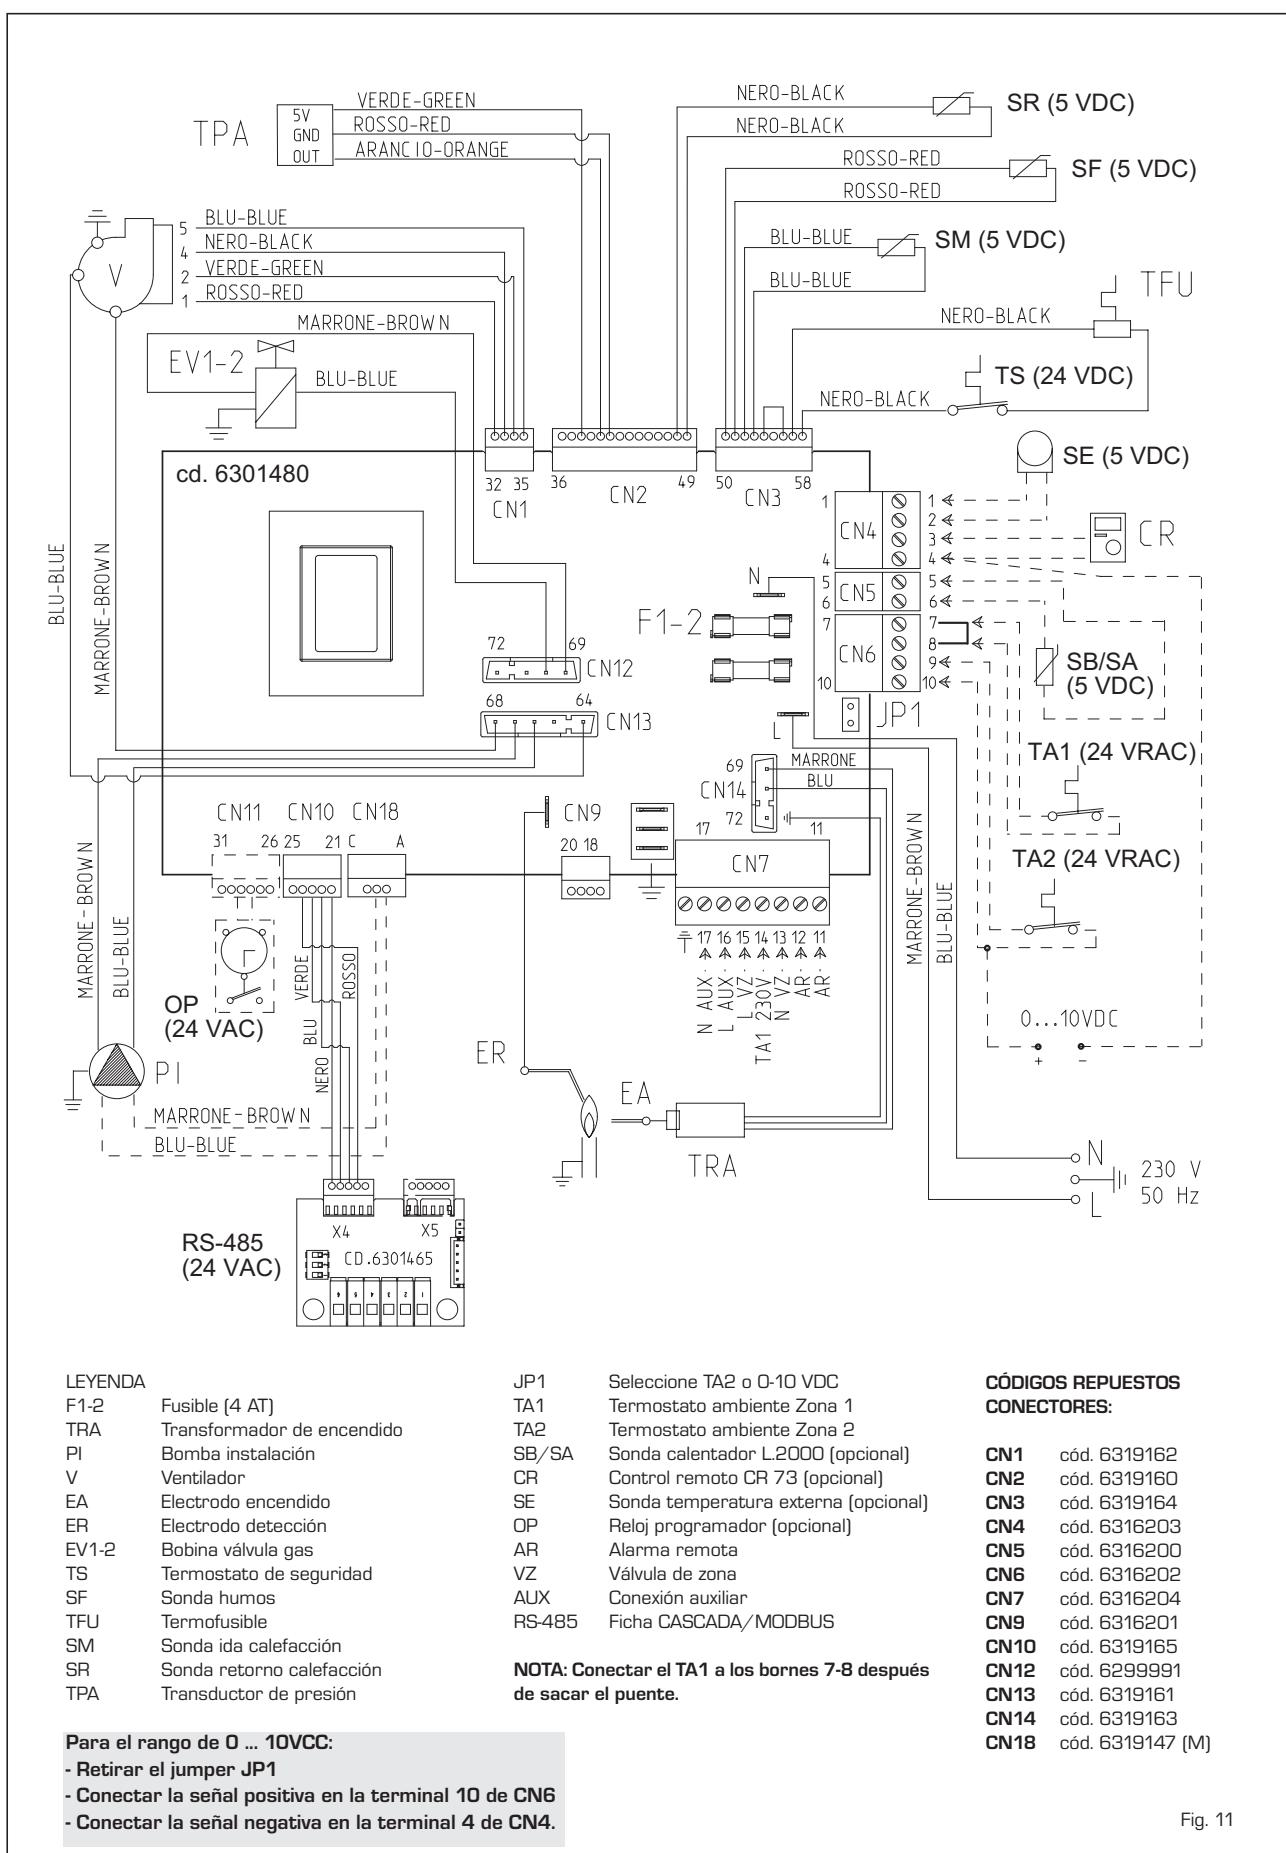

Fig. 11
Conectar el cronotermostato como se indica en el esquema eléctrico de la caldera (ver la fig. 11) después de sacar el puente existente. El cronotermostato debe ser de clase II conforme a la norma EN 60730.1 (contacto eléctrico limpio).
2.7 ESQUEMA ELÉCTRICO (fig. 11)